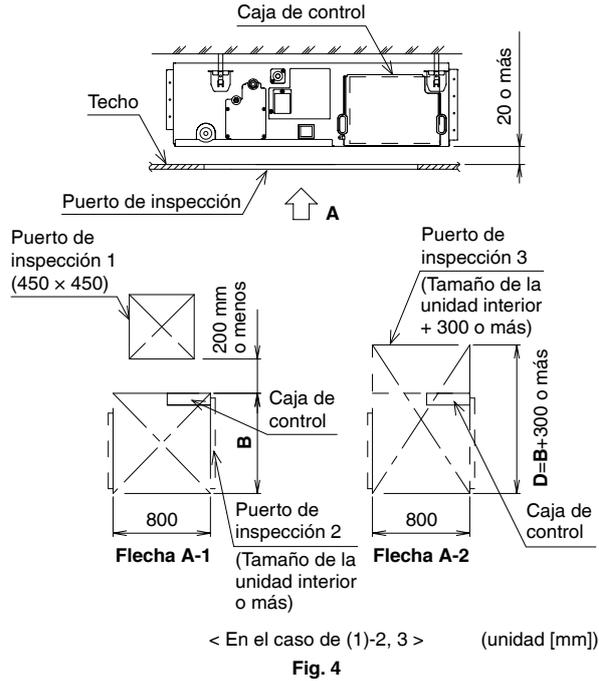

Fig. 4
- 2) Puerto de inspección 1 (450 × 450) en el lado de la caja de control y puerto de inspección 2 en la parte inferior del producto. (Fig. 4, flecha A-1)
- 3) Puerto de inspección 3 en la parte inferior del producto y en el lado inferior de la caja de control. (Fig. 4, flecha A-2)